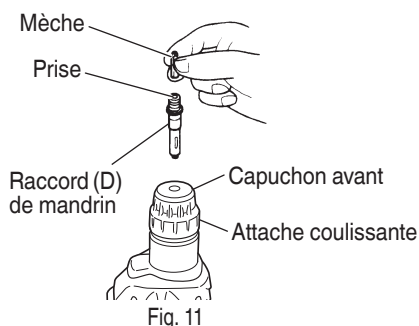

Fig. 11
4. Lors du vissage des vis machine (Fig. 11)
5. Enfoncement de vis à bois (Fig. 11)